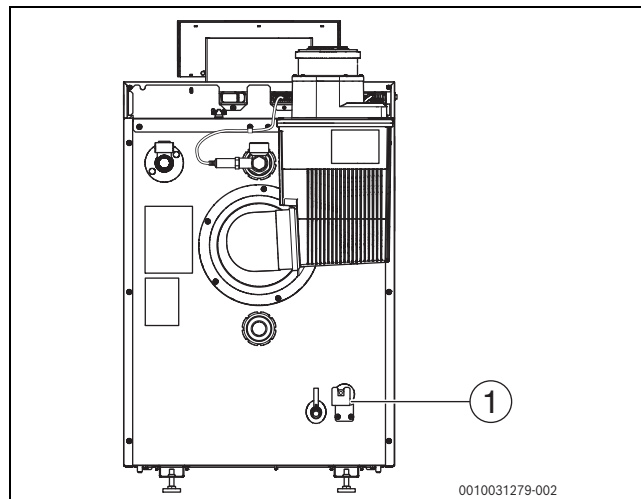

Bild 29 Haltewinkel montieren
- Haltewinkel (→ Bild 29, [1]) mit den zuvor entfernten Schrauben an der Rückwand montieren.